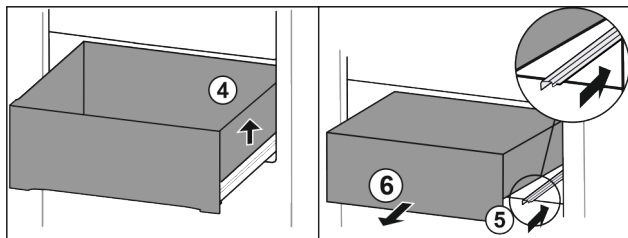

Fig. 93
- ▶ Lyft utdragslåda på höger sida. Fig. 93 (4)
- ▶ Skjut in höger skena. Fig. 93 (5)
- ▶ Ta ut utdragslåda genom att dra den framåt. Fig. 93 (6)